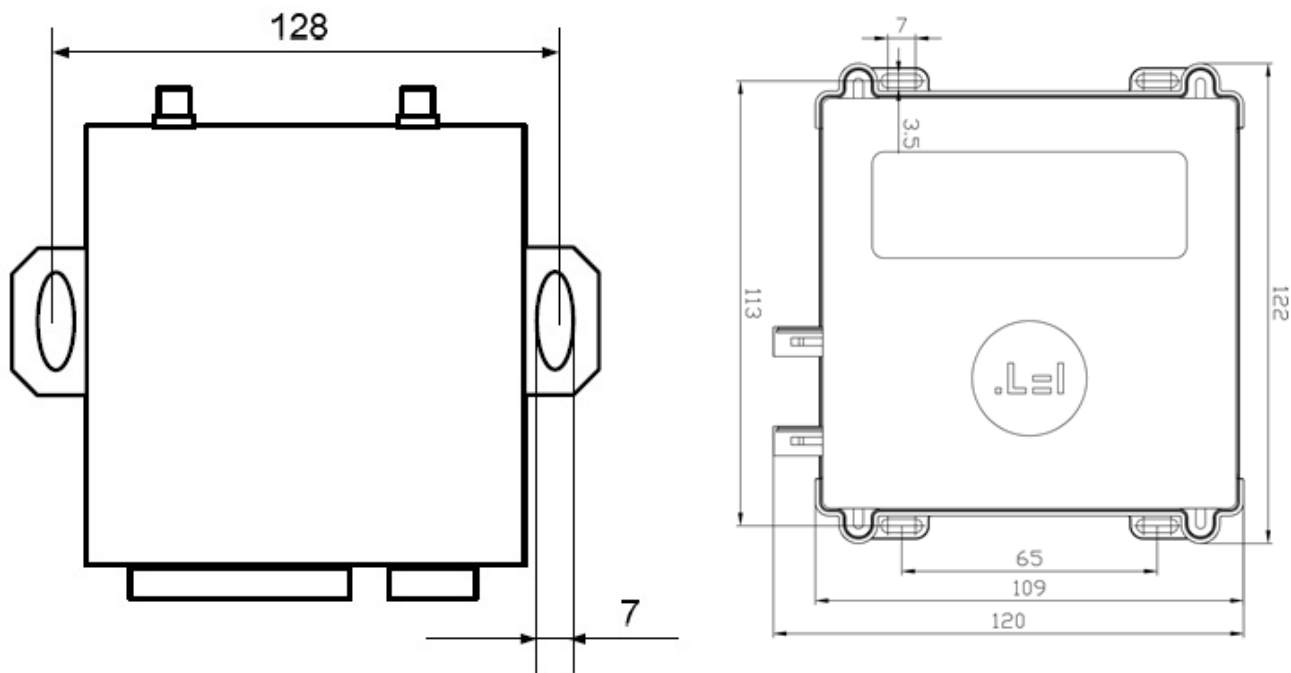

Рисунок 4.4 Установочные размеры терминала FORT-111 (в железном корпусе слева, в пластиковом справа)
1. Место установки терминала должно быть выбрано, исходя из его габаритных и установочных (см. рисунок 4.4) размеров, а также с учетом обеспечения требуемого пространства для удобного подключения разъемов.